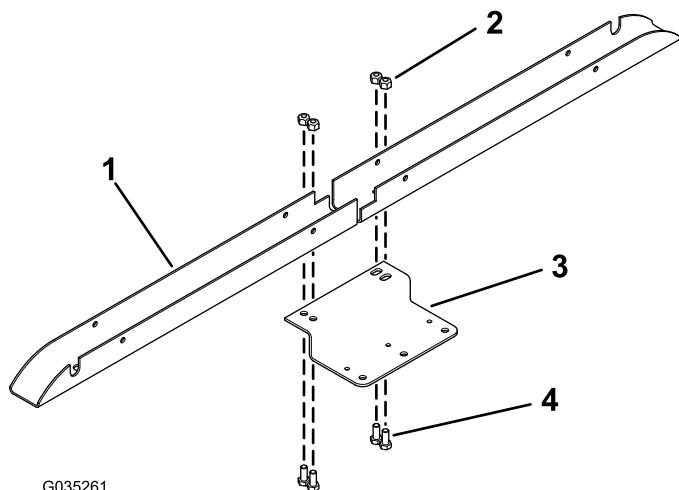

Figura 3
- Instale el soporte de la luz de trabajo a los 2 perfiles de montaje de las luces con los 4 pernos de cabeza hexagonal (5/16" x 3/4") y 4 contratuerca (5/16"), según se muestra en la Figura 3.